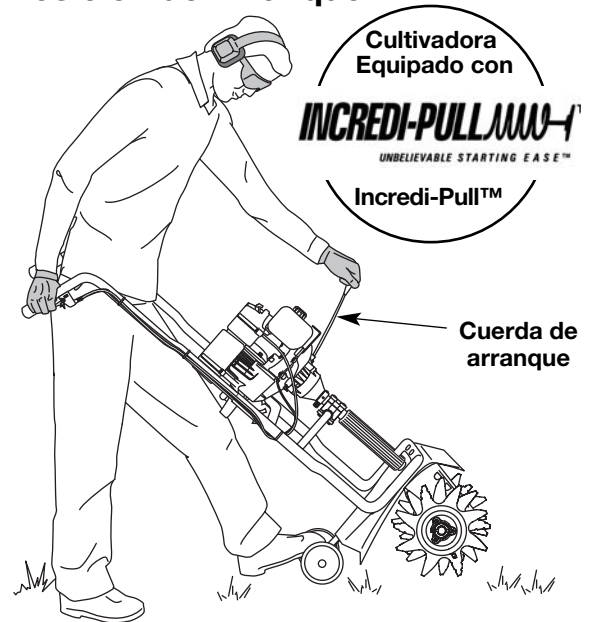

Fig. 9
5. Mientras oprime el control del regulador, soporte en la posición de arranque (Fig. 9) y apriete el control de aceleración. Hale el cordón de arranque con un **movimiento controlado y uniforme** hasta 5 veces.